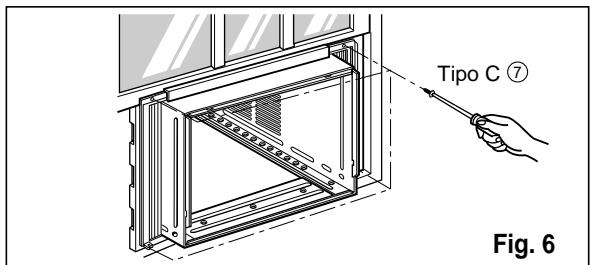

Fig. 6
7. Adjunte el gabinete al banquete de la ventana atornillando los tornillos ⑥(Tipo B: Largo diecisésis milímetros y menos.) a través del ángulo frontal en la banqueta de la ventana.
9. Adjunte cada panel guía a cada lado de la ventana usando tornillos ⑦ (Tipo C). (Ver Fig. 6)